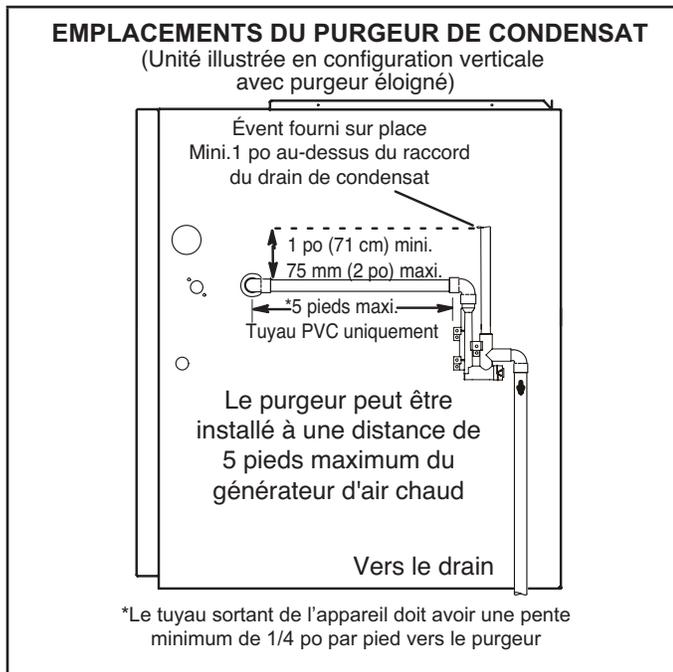
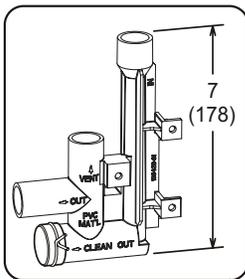

Figure 47
Figure 53
Cette unité est prévue pour une sortie à gauche ou à droite du tuyau de condensat en configuration ascendante. En configuration horizontale, le purgeur de condensat doit se prolonger en dessous du générateur. Prévoir un dégagement d'entretien de 8 po pour le purgeur. Voir les Figure 45 et Figure 47 pour les emplacements du purgeur de condensat. La Figure 53 illustre le piège avec tuyau en PVC de 1/2 po ou de 3/4 po.
- 3 - Installer le bouchon sur l'ouverture de nettoyage à la base du purgeur. Fixer avec le collier. Voir la Figure 53.
- 4 - Installer le purgeur à l'aide des raccords PVC appropriés et sceller tous les joints. Coller le purgeur fourni comme illustré à la Figure 53. Acheminer le conduit de condensat jusqu'à un drain ouvert. La conduite de condensat doit maintenir une pente descendante de 1/4" entre l'appareil et le drain.